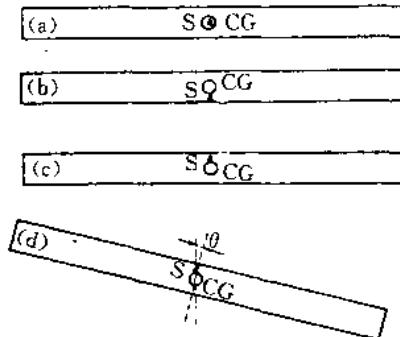

图 1 单元件的静力平衡
图 1(a) 表示形单元件的悬挂点 S 与重心 CG 重合，这是一种随遇稳态，形单元件可以 S(CG) 为轴转动；图 1(b) 表示形单元件的悬挂点在重心之下，这是一种不稳态，在这种情况下，形单元件将自动倒转 180 度，使 S 位于 CG 之上；图 1(c) 表示悬挂点 S 位于重心 CG 之上，这是一种稳态，经过任何扰动，形单元件都会回到原位置。如果 S 位于 CG 之上，且与垂直方向成 θ 角，那么形单元件将以 θ 角倾斜，如图 1(d) 所示。